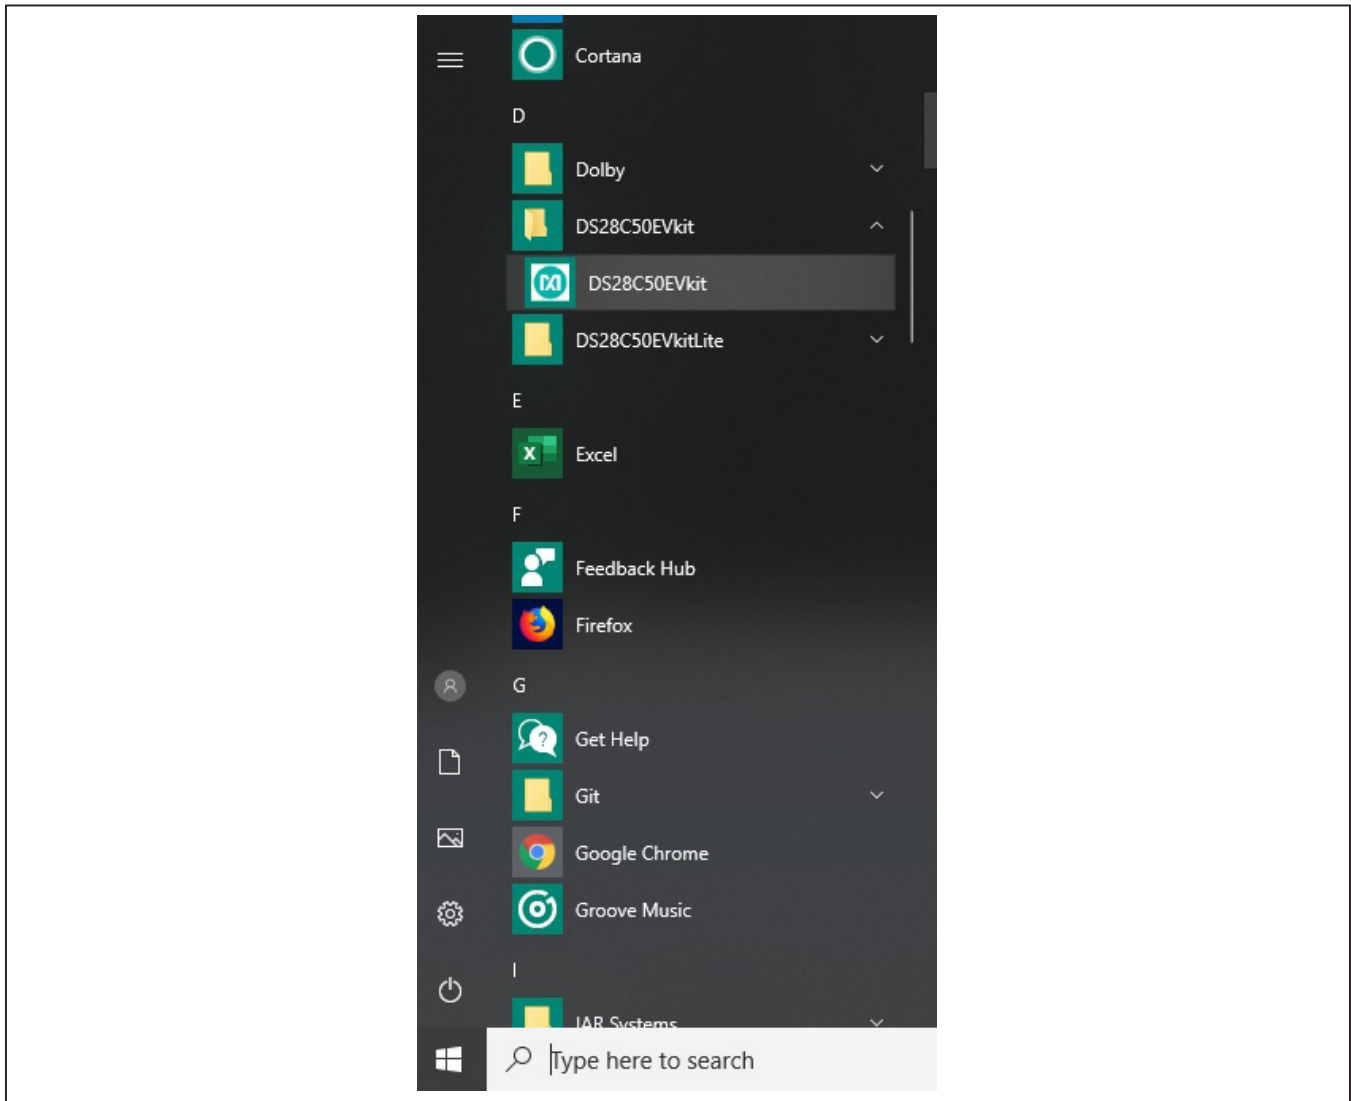

Figure 6. DS28C50 EV Kit Lite Software Program File in Windows Start in the DS28C50EVkit Folder.
- 6) Go to the **Windows Start** menu and click on **DS28C50EVkitLite** under the DS28C50EVkit folder to launch the DS28C50 EV Kit program (Figure 6).